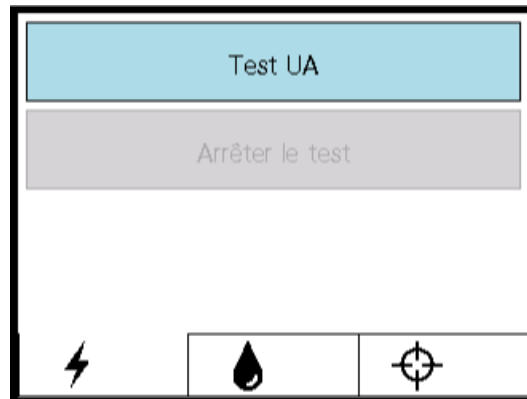
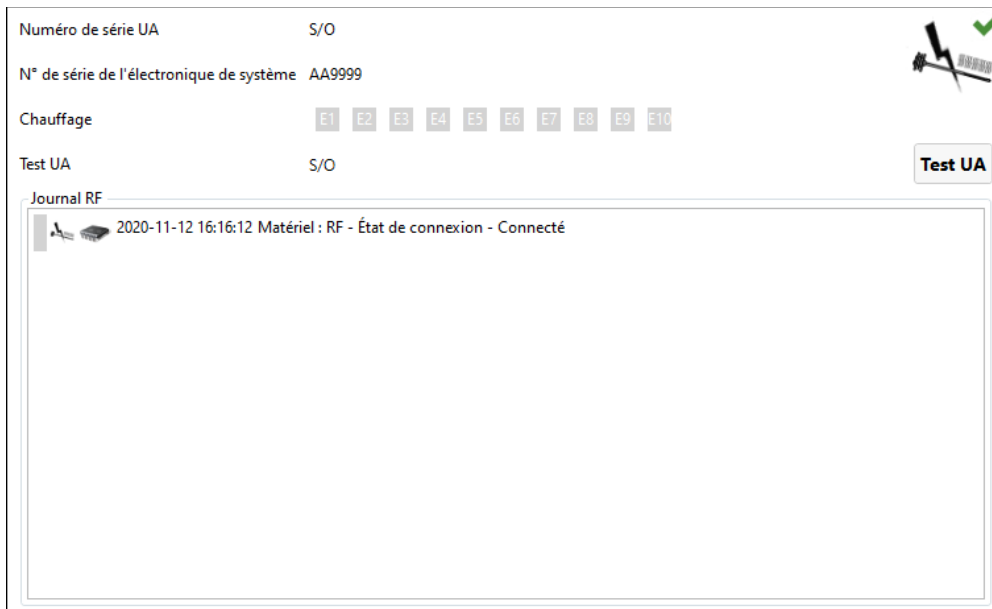
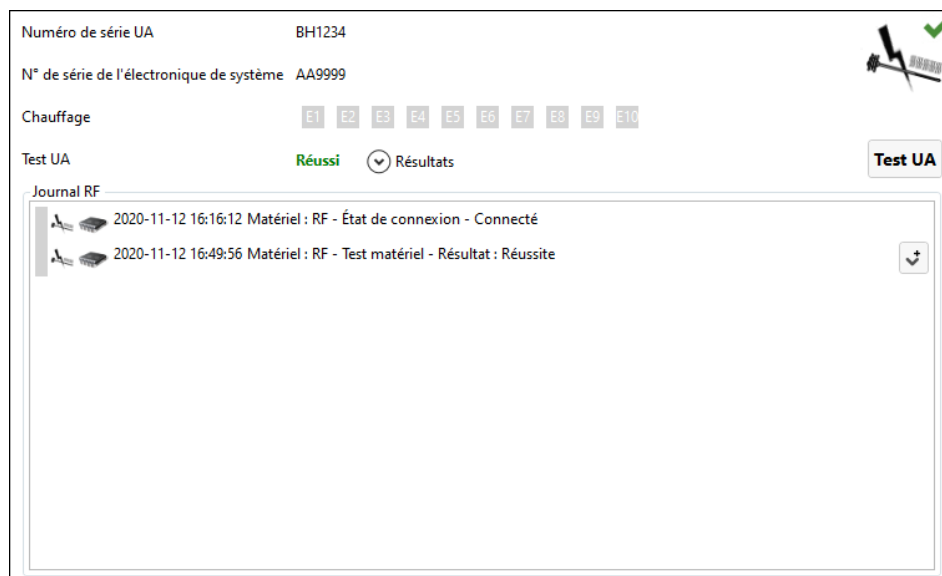

Figure 19 : Écran du PSIB - Onglet RF
Figure 20 : Encadré informatif RF dans l'espace de travail Configuration
Figure 21 : Encadré informatif RF après un test de l'UA réussi
- Dans l'onglet **RF** de l'écran du PSIB (*Figure 19*) ou l'encadré informatif RF de l'espace de travail *Configuration* (*Figure 20*), cliquer sur **Test UA**. Le système enverra une courte impulsion de puissance à chacun des dix éléments de l'UA pour assurer la continuité et la fonctionnalité des dix canaux.
Lorsque le test de puissance RF est terminé, le PSIB affiche un court message (Figure 19). Les résultats détaillés du test RF sont disponibles dans l'encadré informatif RF du logiciel TDC (Figure 21).